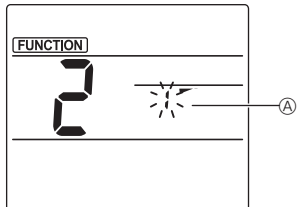

Fig. 3-2
- 2 Seleccione el número de deflector (Fig. 3-2) Pulse los botones **[↑]** para seleccionar el número de deflector **A** y, a continuación, pulse el botón **[SET]**.